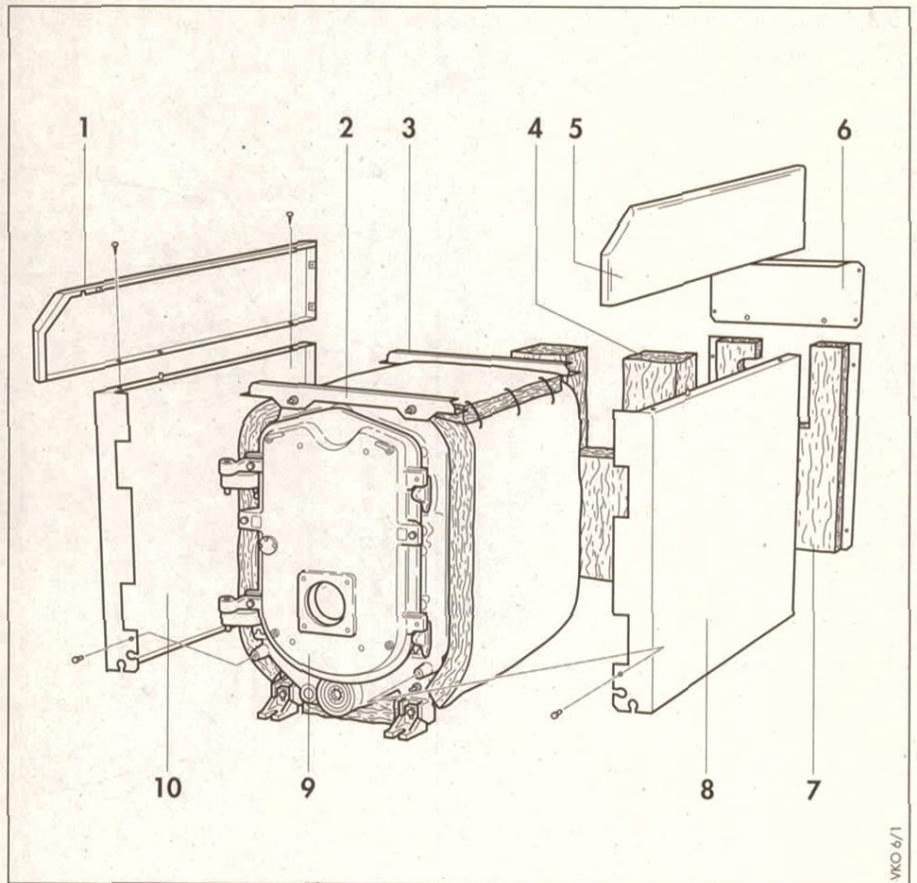

Abb. 5.6 Kesselverkleidung montieren
Legende zu Abb. 5.6
Die Schaltleiste (2) mit den seitlichen Haltebolzen oben an den entsprechenden Aussparungen der Seitenverkleidungsoberteile einrasten und auf der Halteschiene (siehe Pos. 2 Abb. 5.6 Seite 15) mit Schrauben befestigen.